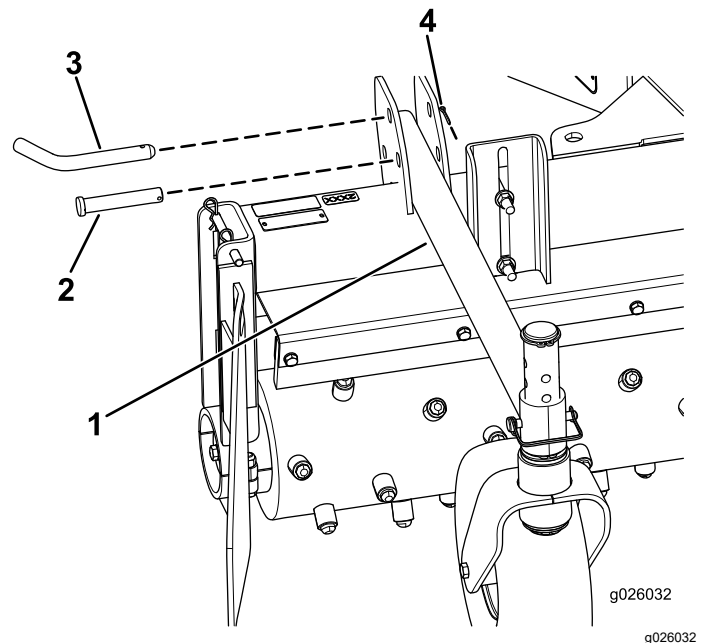

Figura 4
2. Fissate i bracci orientabili in posizione con i perni di traino (5/8 x 3 poll.), i perni con testa (5/8 x 3,5 poll.) e le coppie (0,094 x 1 poll.), come illustrato in Figura 4.